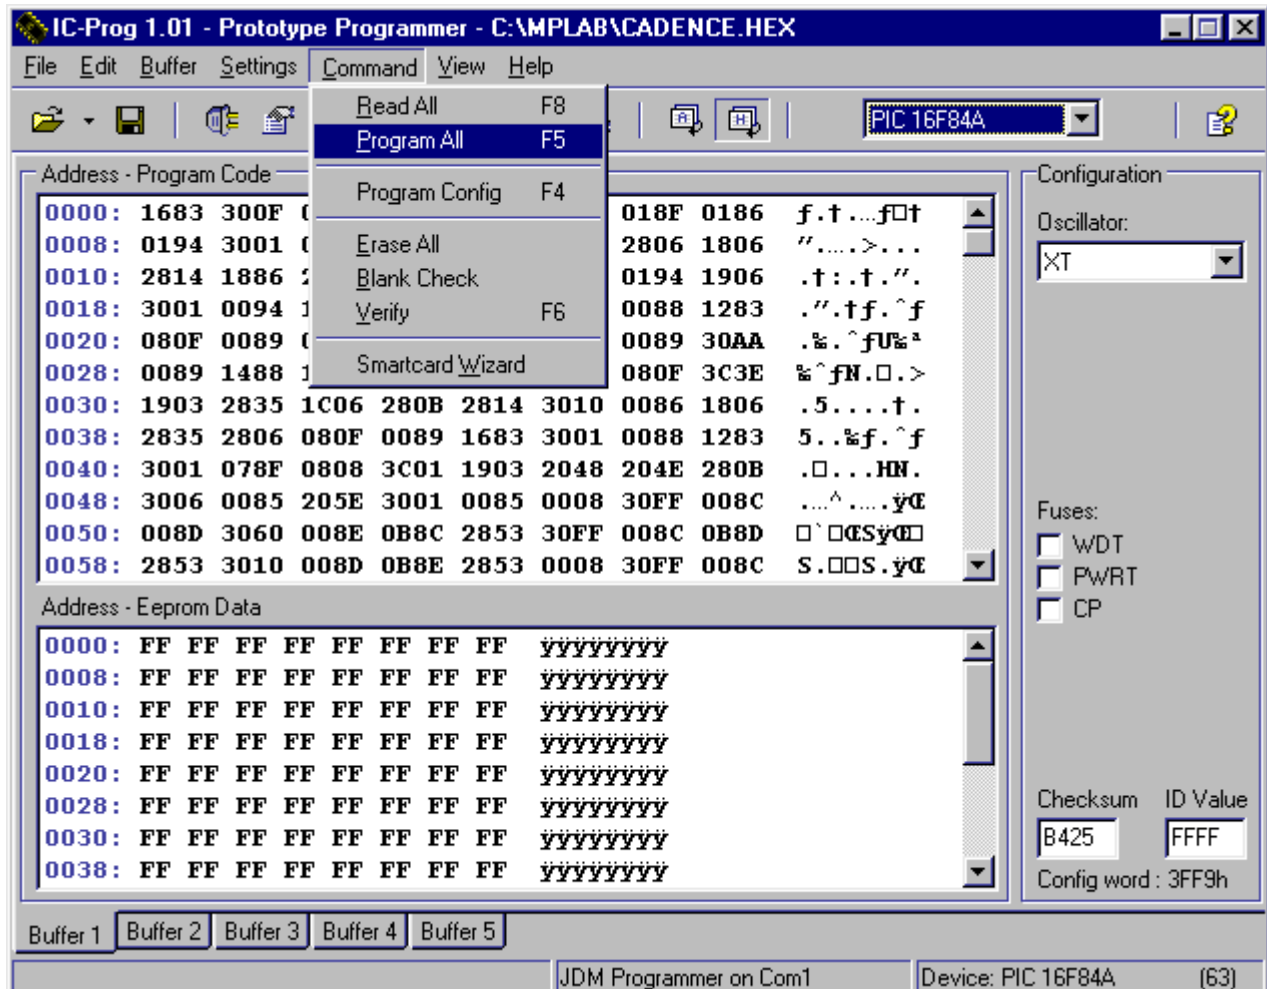

Figure 6
- Et maintenant il ne vous reste plus qu' à transférer le fichier Menu "Command" puis "Program all" (Figure 6)